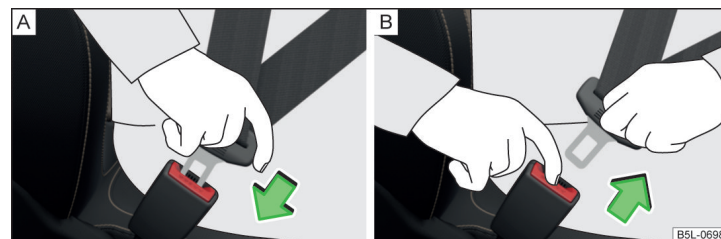

Fig. 7 Bouclage/débouclage des ceintures de sécurité
- Engagez la languette dans la boucle du siège correspondant » fig. 7 - **A** jusqu'à ce qu'elle s'enclenche de façon audible.
- Tenez la languette et appuyez sur le bouton rouge de la boucle » fig. 7 - **B**, la languette est éjectée.